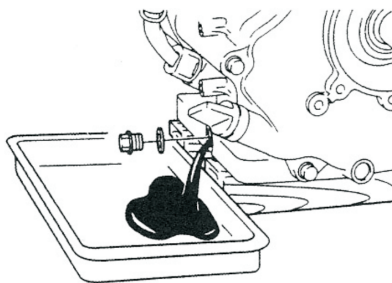

Рис. 21
1. Вывернуть маслосливную и сливную пробки и слить масло (Рис. 21).